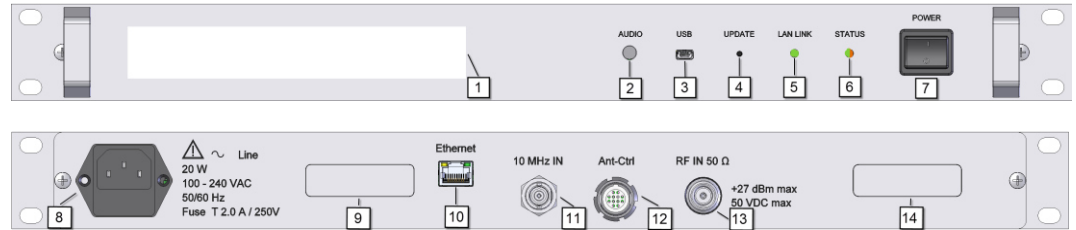

Bild 1: Übersicht zu Front- und Rückseite
- ▶ Verbinden Sie das Gerät über den Ethernet-Anschluss (Bild 1: 10) mit dem Netzwerk.
Verbinden Sie das Gerät über den USB-Anschluss (Bild 1: 3) mit einem PC.
- ▶ Verbinden Sie die Netzbuchse (Bild 1: 8) am Gerät über das mitgelieferte Netzkabel mit der Netzspannung.